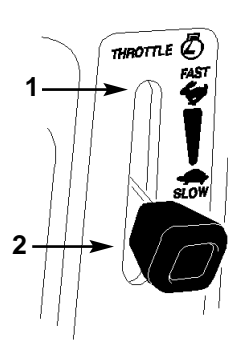

Figure 5
5. Placer la manette des gaz sur "FAST" (RAPIDE) (Fig. 5).
1. Mettre la commande des gaz sur SLOW (LENT) (Fig. 5).